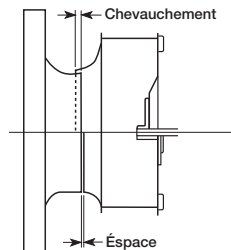

Figure 2
1. Faire tourner la turbine à la main pour vérifier qu'elle ne frotte pas et qu'elle tourne librement. Un déplacement peut se produire durant le transport et un réaligement peut s'avérer nécessaire. Voir les dimensions correctes de chevauchement ou d'espace dans le tableau de la Figure 2.
4. Turbine mal alignée	4. Centrer la turbine sur l'admission, Figure 2